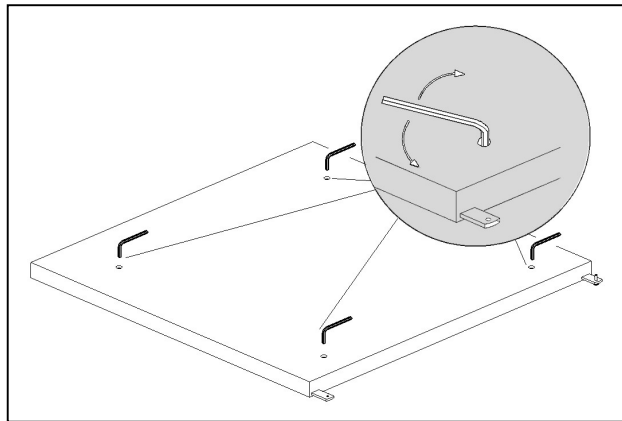

Fig. 2
- Stellen Sie die **Bodenplatte** auf eine gerade Unterfläche (Abb. 2)